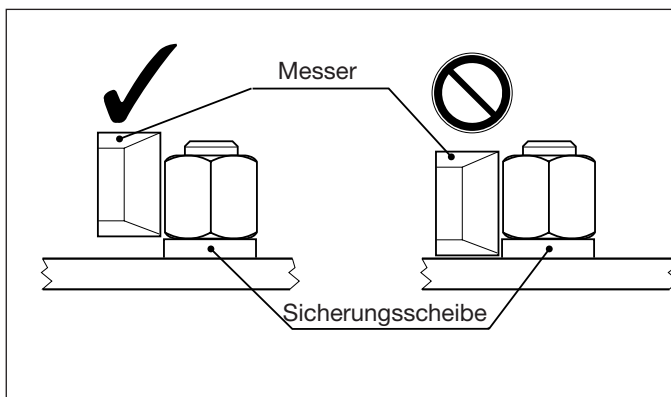

Abbildung 8: Position des Messers
7. Stellen Sie sicher, dass die Unterseite des Schneidkopfes am Flansch anliegt, da das Messer so nah wie möglich an der Unterseite der Mutter schneiden muss. Sollte jedoch eine Unterlegscheibe unter der Mutter vorhanden sein, dann positionieren Sie den Mutternsprenger so, dass das Schneidmesser die Unterlegscheibe nicht berührt. Siehe Abbildung 8.